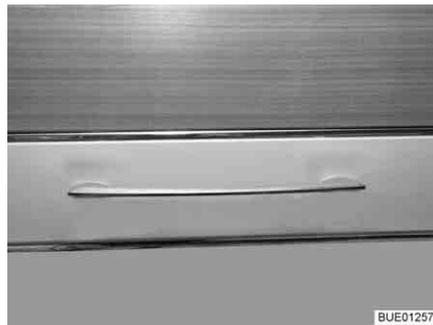

Fig. 35 Sportello del mobile con maniglia (esempio)
- Tirare la maniglia (Fig. 35) finché lo sportello del mobile non si apre.